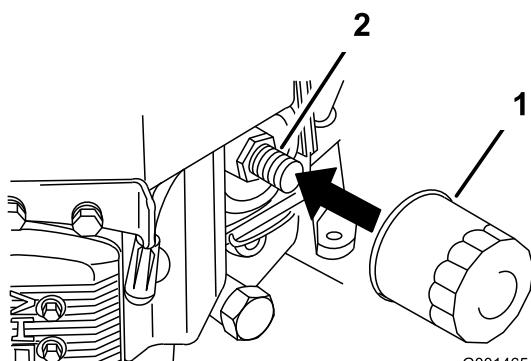

Figura 23
2. Retire el filtro de aceite usado (Figura 23).
3. Aplique una capa fina de aceite nuevo a la junta de goma del filtro nuevo (Figura 23).
4. Instale el filtro de repuesto en el adaptador de filtro; gire el filtro en el sentido de las agujas del reloj hasta que la junta de goma entre en contacto con el adaptador del filtro, luego apriete el filtro tres cuartos de vuelta más (Figura 23).